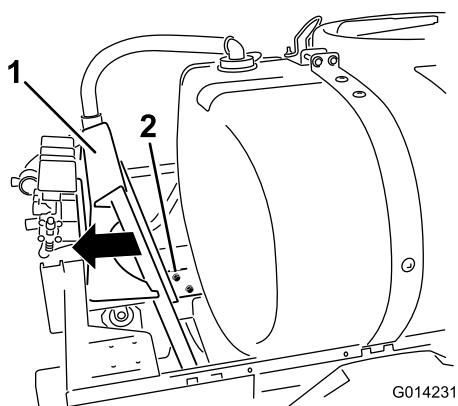

Figure 6
1. Desserrez les boulons qui fixent le longeron de montage de valve au cadre (Figure 6).